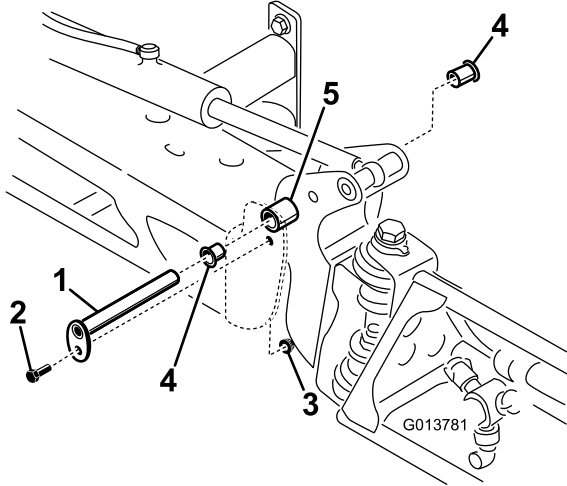

图98
3. 支撑住喷洒臂的重量然后拆下将枢轴销紧固到喷洒臂组件的螺栓和螺母 图98。
4. 拆下枢轴销 图98。
6. 从枢轴支架的前后侧拆下尼龙轴套并进行检查 图98。
8. 将喷洒臂和枢轴支架组件装回中心机架上对准开口 图98。